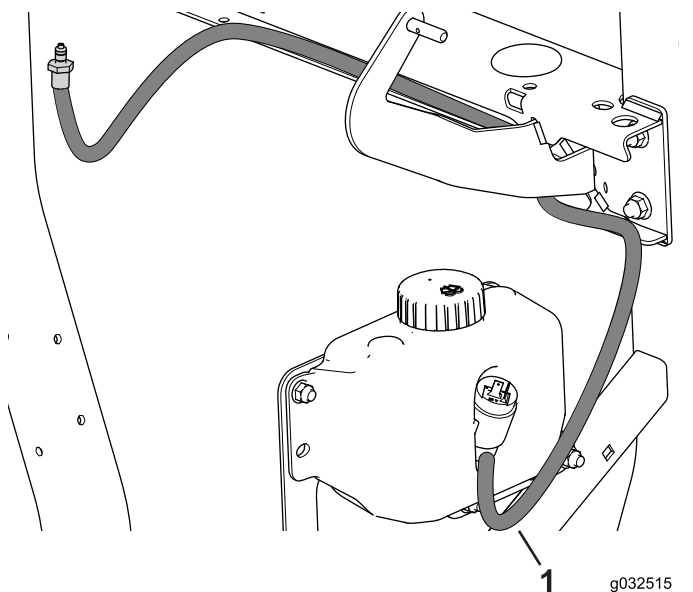

図 35
5. ウォッシャー液ボトルにチューブを接続してケーブルタイでフレームに固定する 図 35。